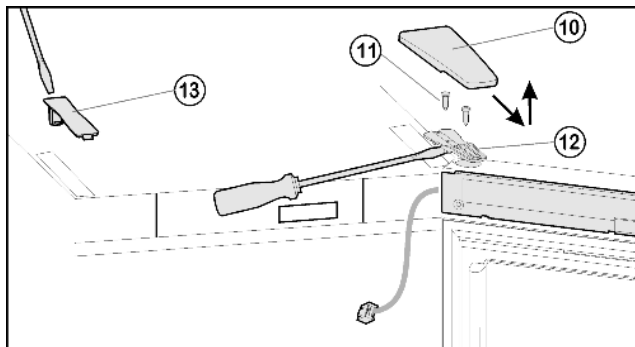
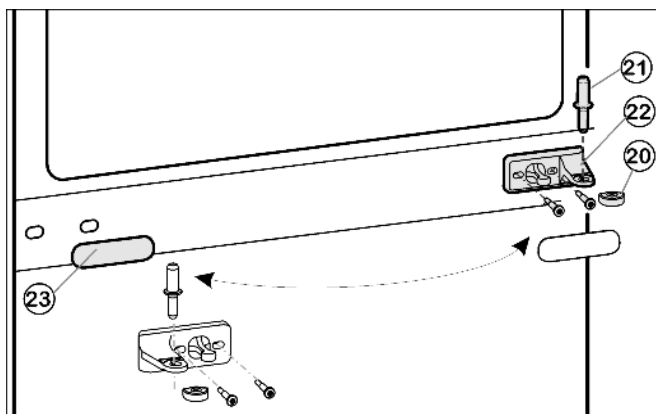
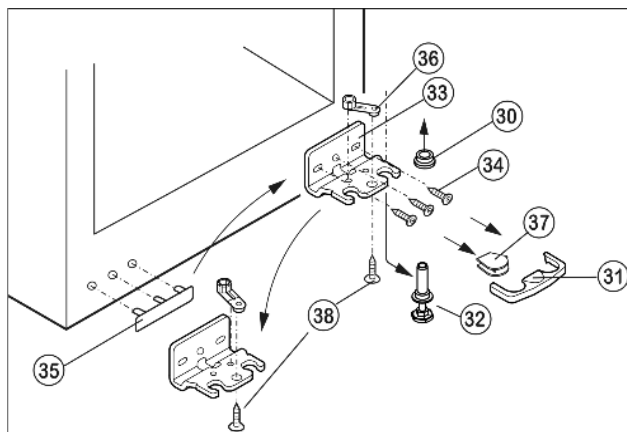

Fig. 5
Fig. 6
Fig. 7
- Kryt Fig. 5 (10) stáhněte dopředu a nahoru.
- Kryt Fig. 5 (13) zvedněte.
- Šrouby Fig. 5 (11) úplně vyšroubujte.
- Dveře včetně stojanu ložiska Fig. 5 (12) a kabelu vytáhněte nahoru. Pro povolení příp. opatrně vypáčíte plochým šroubovákem pod stojanem ložiska.
- Prostřední ložiskový čep Fig. 6 (21) vytáhněte z prostředního stojanu ložiska Fig. 6 (22) a spodních dveří.
- Plastovou čepičku Fig. 6 (20) stáhněte.
- Stojan ložiska Fig. 6 (22) odmontujte.
- Krytku Fig. 6 (23) opatrně stáhněte.
- Prostřední stojan ložiska Fig. 6 (22) přišroubujte otočený o 180° na novou stranu závěsu (s 4 Nm).
- Krytku Fig. 6 (23) otočenou o 180° zasuňte na nové straně madla.
- Pojistku Fig. 7 (31) stáhněte dopředu.
- Kryt Fig. 7 (37) stáhněte.*
- Seřizovací nožku Fig. 7 (32) zcela zašroubujte.
- Ložiskový čep Fig. 7 (32) vytáhněte dolů a dopředu. Přitom je třeba dávat pozor na pouzdro závěsu Fig. 7 (30).
- Stojan ložiska Fig. 7 (33) odšroubujte (3x Torx 25) Fig. 7 (34).
- Díl ložiska Fig. 7 (36) odšroubujte (1x Torx 25) Fig. 7 (38) a přemístěte do protilehlého upínacího otvoru stojanu ložiska, zase přišroubujte.
- Krytku Fig. 7 (35) na straně madla opatrně vytáhněte a přemístěte.
- Stojan ložiska Fig. 7 (33) na nové straně závěsu zase příp. přišroubujte pomocí akumulátorového šroubováku (s 4 Nm).
- Kryt Fig. 7 (37) nasadíte na protilehlé straně.*
- Pojistka (31) musí na stranách zapadnout do stojanu ložiska, aby ložiskový čep a tím i dveře byly zajištěny.
- Pojistku (31) zase zatlačte na stojan ložiska.
- Pouzdro závěsu Fig. 7 (30) nasadíte.
- Dveře nasadíte shora na spodní ložiskový čep Fig. 7 (32).
- Plastovou krytku Fig. 6 (20) nasadíte zase na prostřední stojan ložiska Fig. 6 (22).
- Prostřední ložiskový čep Fig. 6 (21) vložte do spodku dveří přes prostřední stojan ložiska Fig. 6 (22).
- Horní dveře nasadíte na prostřední ložiskový čep Fig. 6 (21) dveře zavřete a horní stojan ložiska Fig. 5 (12) nasadíte tak, aby zapadl do horní strany přístroje.
- Stojan ložiska Fig. 5 (12) **příšroubujte s min. 4 Nm**. Díry pro šrouby případně předem propíchněte nebo použijte akumulátorový šroubovák.
- Kryt Fig. 5 (10) a kryt Fig. 5 (13) zatlačte.
- Dveře případně pomocí obou podélných děr ve spodním stojanu ložiska Fig. 7 (33) a v prostředním stojanu ložiska Fig. 6 (22) vyrovnejte tak, aby lícovaly. Vyšroubujte prostřední šroub na stojanu ložiska dole Fig. 7 (33).